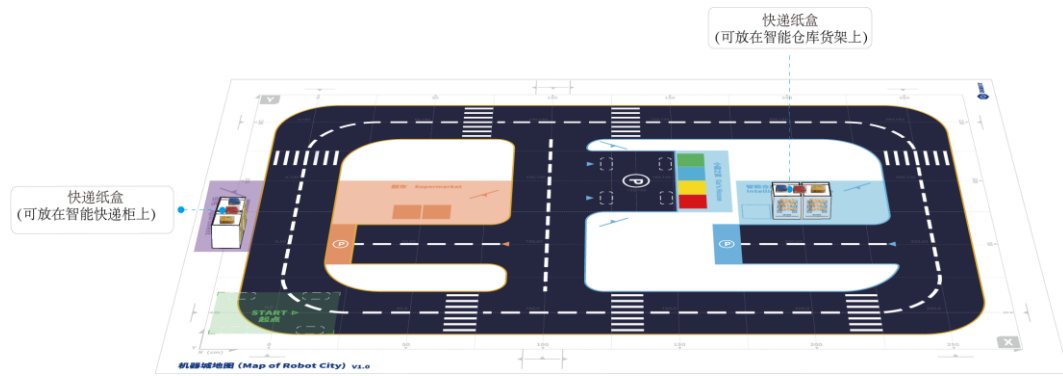

图 5.7 快递纸盒摆放位置
3. 快递纸盒包括国际快递、国内快递和同城快递，如表 5.5所示。模拟快递投递时，请根据图 5.7中建议位置投放快递，并保证快递纸盒放置在智能仓库货架或智能快递柜上。